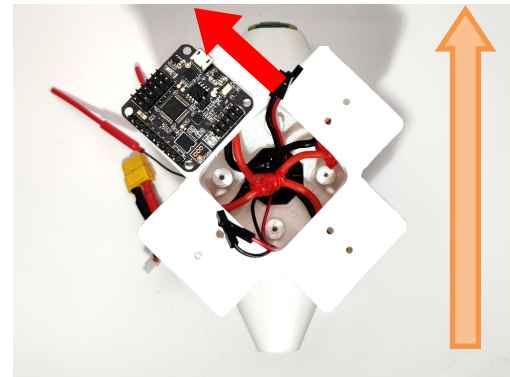

Abb. 45 Ausrichtung Naze32
3. Der Naze32 kann nun wie auf der Abbildung 45 in die Öffnung gelegt werden. Um eine saubere Kabelführung zu gewährleisten, achten Sie darauf, dass die Jumperkabel zum Akku rechts hinten und die Steuerkabel links hinten am Chip vorbeilaufen. Diese können provisorisch auch mit Klebeband befestigt werden. Die Bohrungen sollten nun mit mindestens 3 Schrauben befestigt werden. Hierzu sind 2 x 12 mm Halbrundschrauben zu verwenden. Ziehen Sie die Schrauben nicht zu fest an, da es sonst zu Defekten am Chip kommen kann. Der Chip muss jedoch festsitzen.